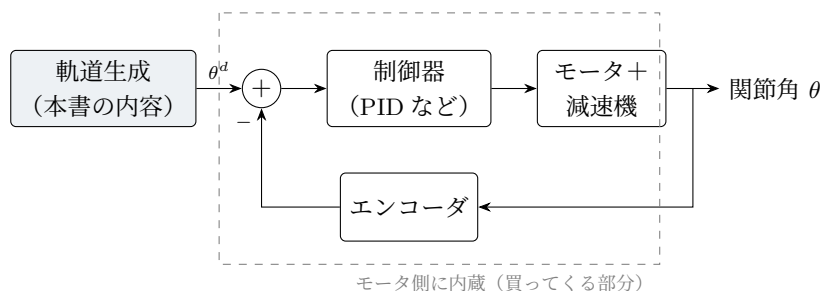

図 5.1 位置制御されたモータの構造。破線内は製品に内蔵されており、私たちの仕事は θ^d を作ること。
位置制御されたモータとは、図5.1のように、目標角度 θ^d を与えると、内蔵のセンサ（エンコーダ）と制御器（PID 制御など）が勝手に働いて実際の角度 θ を目標へ追従させてくれるモータのことです。使う側から見れば「角度を書き込めばそこへ行ってくれる部品」であり、ラジコン用のサーボモータ、ホビーロボットで使うシリアルバスサーボ、産業用のサーボアンプ+ AC サーボモータは、規模こそ違えみな同じ構造をしています。
- **シリアルバスサーボ**：Dynamixel や Feetech STS 系のように、1 本の配線に数珠つなぎして ID 指定で角度を書き込むサーボは、教育・研究用アームの定番です（オープンソースの 6 軸アームキット、たとえば SO-ARM101 系もこの構成）。「レジスタに目標位置を書く → 内蔵制御器が追従」という動作は、図 5.1 そのものです。